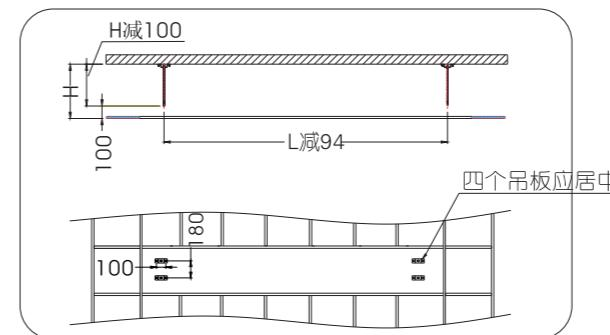
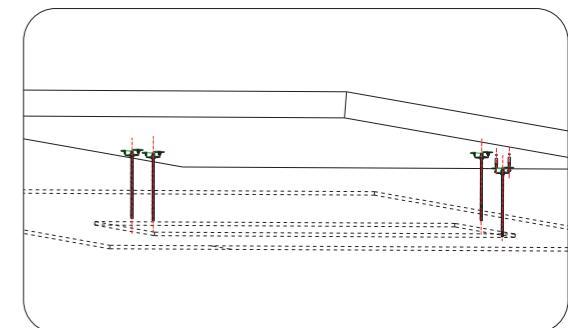

图4
图5
3. 按图4所示，测量好吊架安装距离，用膨胀螺丝将吊架固定在房顶上，如图5所示。